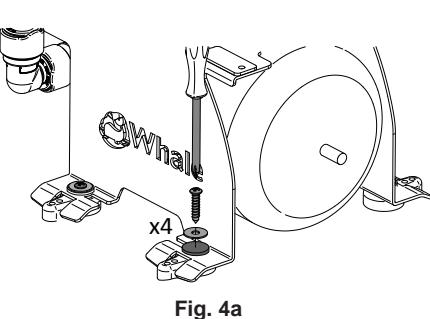
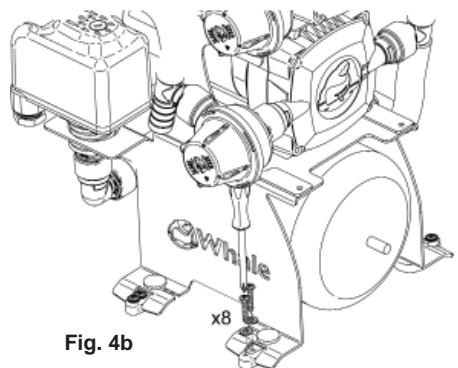

Fig. 4a
Fig. 4b
Étape 3 Utiliser des vis en acier inoxydable et des joints pour fixer le kit sur une surface solide. Quatre vis et joints peuvent être utilisés au centre des pieds (voir Fig. 4a) ou 8 vis et joints tel qu'indiqué en Fig. 4b.
Figure 4a et 4b Kit de fixation